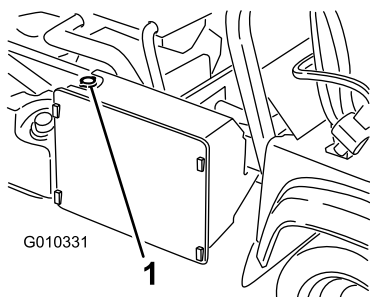

Рисунок 54
3. Снимите крышку радиатора (Рисунок 54).
7. Долейте жидкость в радиатор и установите на место крышку (Рисунок 54).